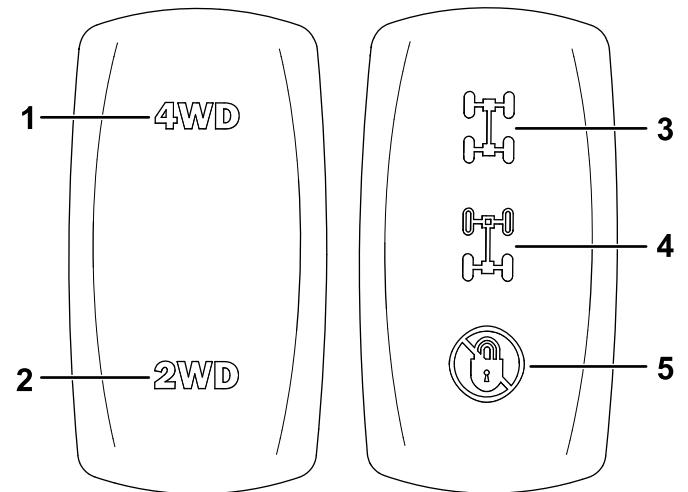

Figure 86
2. Appuyez sur le haut du sélecteur de modes 2 roues motrices/4 roues motrices (Figure 86) pour engager le mode 4 roues motrices.
Sans appuyer sur la pédale d'accélérateur, désengagez le mode 4 roues motrices en appuyant sur le bas du sélecteur de modes 2 roues motrices/4 roues motrices (Figure 86).
2. Placez la commande de blocage des différentiels à la position centrale pour bloquer le différentiel arrière (Figure 86).
Placez la commande de blocage des différentiels à la position supérieure pour bloquer les différentiels avant et arrière (Figure 86).
Sans appuyer sur la pédale d'accélérateur, désengagez le blocage du ou des différentiels en appuyant sur le bas de la commande de blocage (Figure 86).